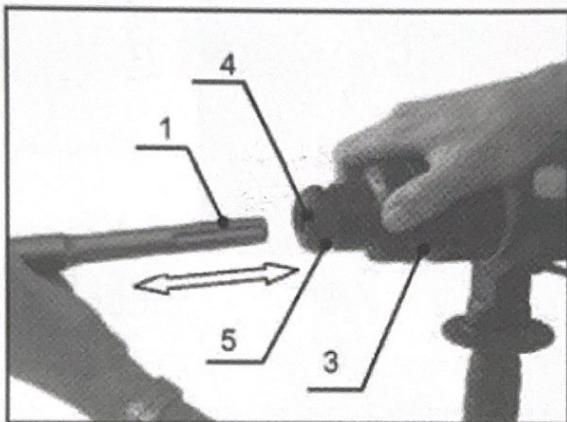

Рис. 3
2. Оттяните назад запорную втулку (поз.3, рис.3)
3. С одновременным вращением введите инструмент в инструментальное гнездо (поз.4, рис.3) до упора.
6. Проверяйте, не повреждён ли пылезащитный колпак (поз.5, рис.3).
Если пылезащитный колпак повреждён, то его следует обязательно заменить! Для извлечения инструмента отведите запорную втулку (поз.3, рис.3) назад и вытащите инструмент.